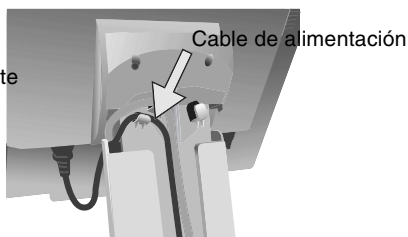

Figura C.4
7. Introduzca los cables D-Sub y USB en sus corchetes correspondientes, como se indica en la **figura C.4**.
8. Asegúrese de que todos los cables quedan pegados al soporte en toda su extensión (**figura C.4**).